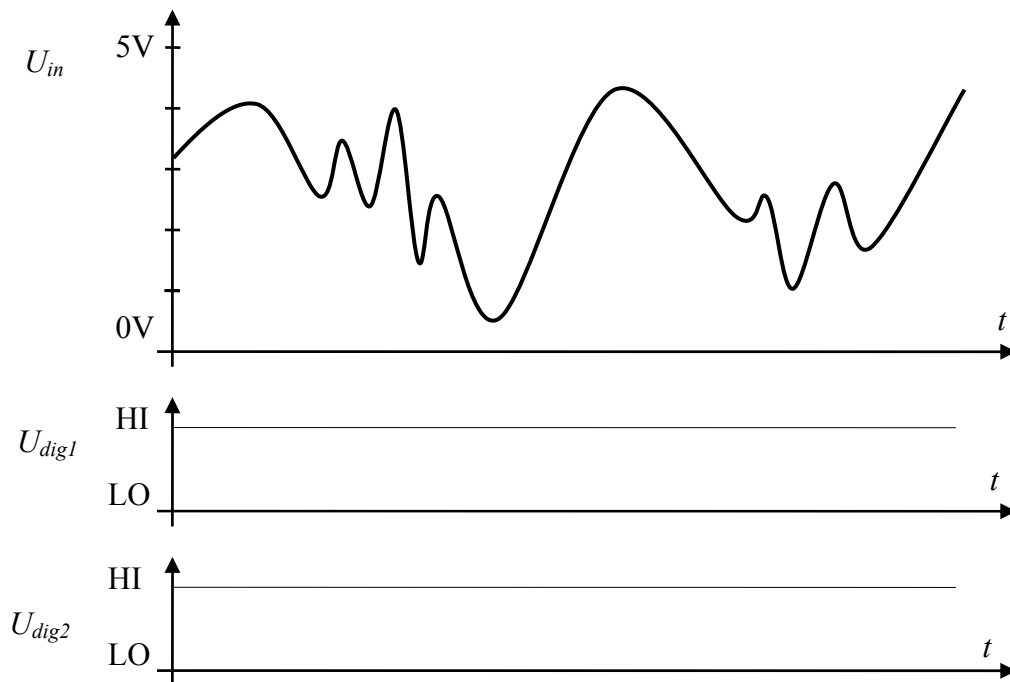

Abbildung 2.2
Gegeben ist weiters der Spannungsverlauf  $U_{in}$  in Abbildung 2.2:
- Wie sieht die Ausgangsspannung am Ausgang des Schmitt-Trigger aus, wenn Sie die Eingangsspannung nach Abbildung 2.2 anlegen? Tragen Sie den Verlauf als  $U_{dig1}$  in Abbildung 2.2 ein!
- Nehmen Sie nun einen Komparator mit fixer Schwellspannung von 2V, d.h. ohne Hysterese, an und stellen Sie dessen Ausgangsspannungsverlauf als  $U_{dig2}$  in Abbildung 2.2 dar!